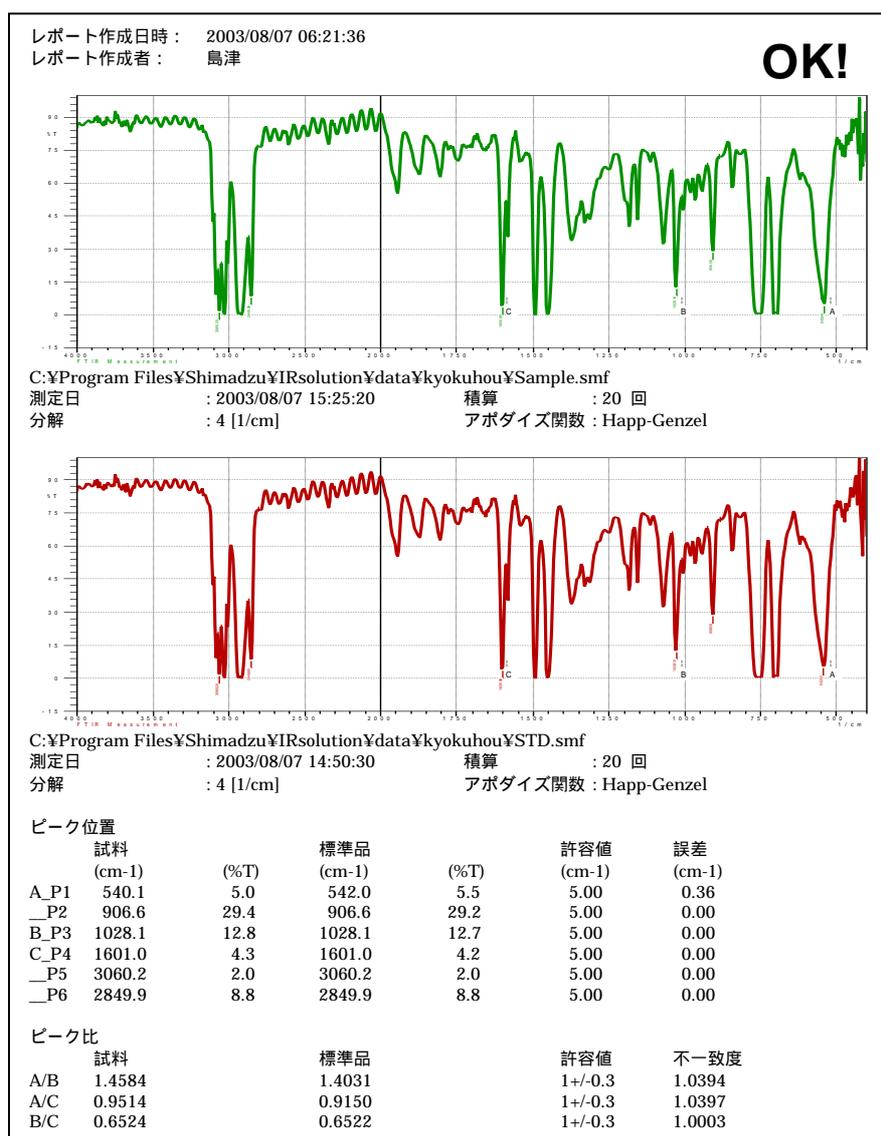

図 3-10 プリント出力の例
5. <Yes>ボタンをクリックするとプリンタ出力が実行され図 3-10 のようなレポートが出力され、<No>